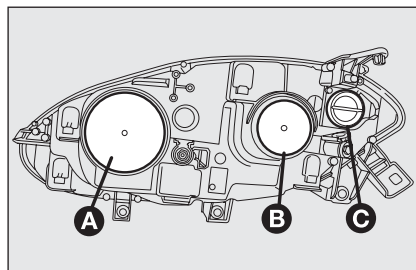
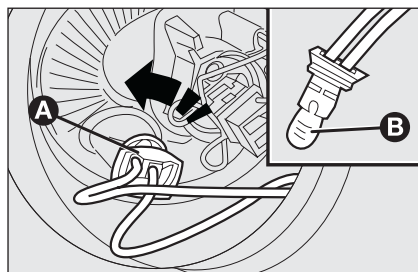

fig. 19
fig. 21
GRUPOS ÓPTICOS DELANTEROS fig. 19
- ☐ quite la tapa de protección **B**-fig. 19;
- ☐ monte la tapa de protección **A**-fig. 19.
- ☐ quite la tapa de protección **A-fig. 19**;
- ☐ gire el portalámpara en sentido antihorario **A-fig. 21** e siflarlo;
- ☐ coloque la lámpara nueva, monte nuevamente el portalámparas **A-fig. 21** luego monte correctamente la tapa de protección **B-fig. 19**.
- ☐ quite la tapa d protección **A-fig. 19**;
- ☐ monte correctamente la tapa de protección **B-fig. 19**.
- ☐ gire en sentido antihorario la tapa de protección **C-fig. 19**;